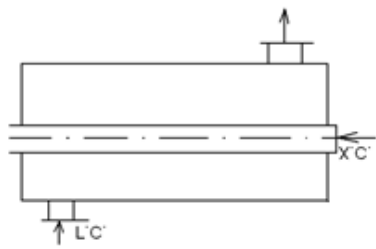
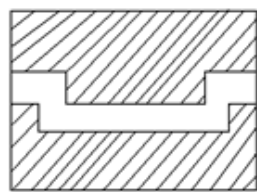

Рисунок 2
Рисунок 3
- Ответ: 1).Рисунок 1                      2).Рисунок 2                      3).Рисунок 3